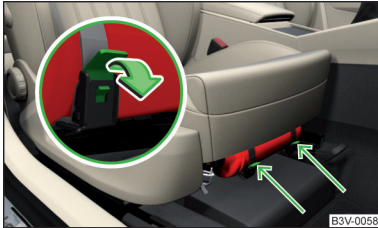

Abb. 330
- Zum **Abnehmen** des Feuerlöschers die Sicherungen an den beiden Gurten in Pfeilrichtung lösen » **Abb. 330** und den Feuerlöscher abnehmen.